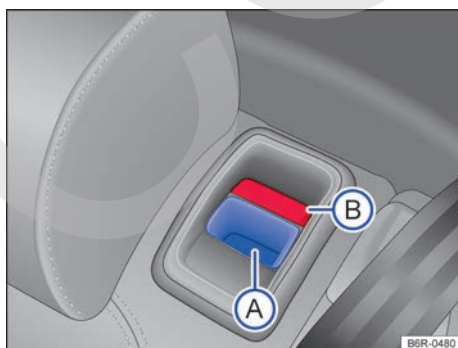

Fig. 66 Asiento trasero: tecla de desbloqueo (A); marca roja (B).
- Tirar de la tecla de desbloqueo → fig. 66 (A) hacia adelante y, al mismo tiempo, rebatir el respaldo del asiento trasero hacia adelante. ▶
- La marca roja en el botón → fig. 66 **(B)** señala que el respaldo del asiento no está bloqueado. Comprobar siempre que la marca roja no sea visible cuando el respaldo del asiento trasero esté en la posición vertical.